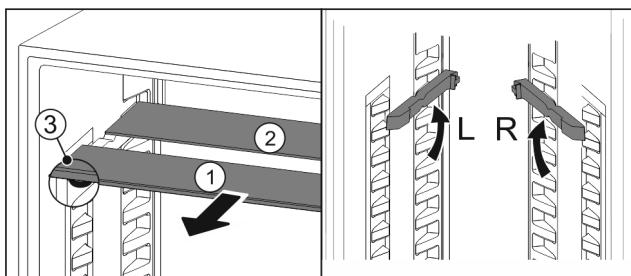

Fig. 59
- Посуньте Fig. 59 (1) відкидні пластини вперед.
- ▷ Відкидна пластина Fig. 59 (1) з декоративною планкою лежить спереду.
- Стопори Fig. 59 (3) показують вниз.